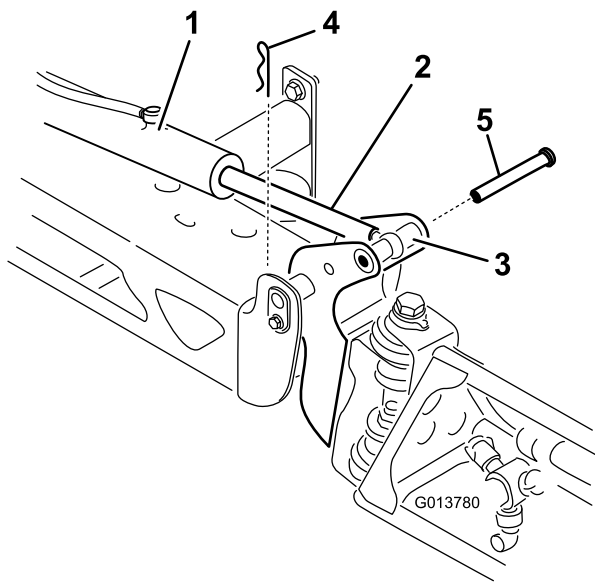

Bild 58
2. Nehmen Sie den Splint vom Lagerbolzen ab (Bild 58).
3. Heben Sie den Ausleger an und nehmen Sie den Stift ab (Bild 58), senken Sie den Ausleger dann langsam auf den Boden ab.
9. Halten Sie den Ausleger fest und stecken Sie den Stift durch das Auslegerscharnier und die Aktuatorstange (Bild 58).